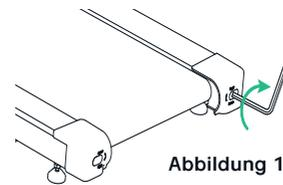

Abbildung 1
- Wenn sich das Laufband nach links verschoben hat, drehen Sie mit dem Inbusschlüssel die linke Spannrollenschraube 1/4 Umdrehung im Uhrzeigersinn (siehe Abbildung 1).